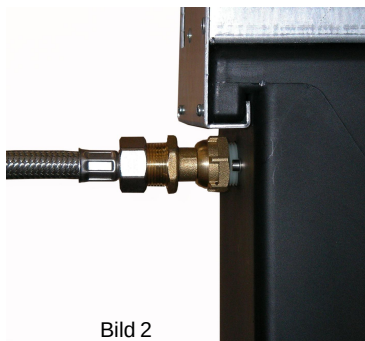

Bild 2
- Trinkwasseranschluss dicht und fest mit dem ¾"-Anschluss des Schwimmerventils verbinden, siehe Bild 2.